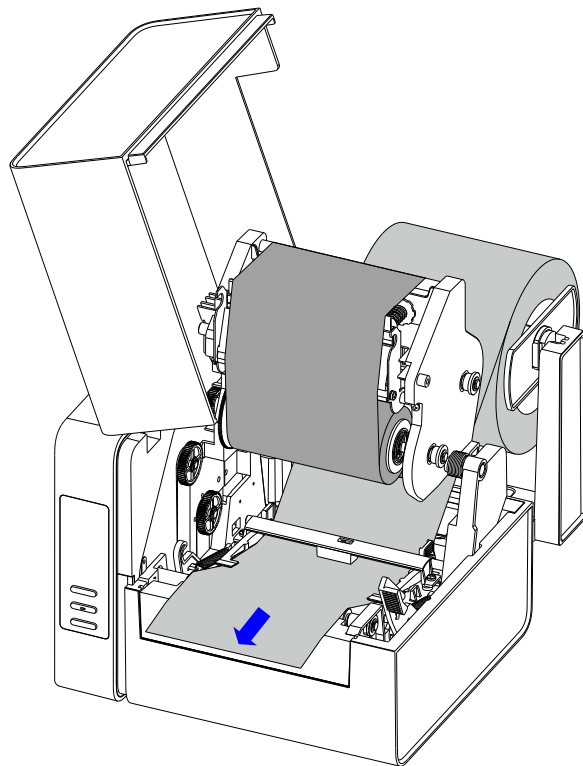

图 2-20 拉出标签纸
6. 盖上纸张探测器盖，拉出标签纸，使其从打印胶辊上面通过，并按刻度尺居中定位，如图 2-20 所示。